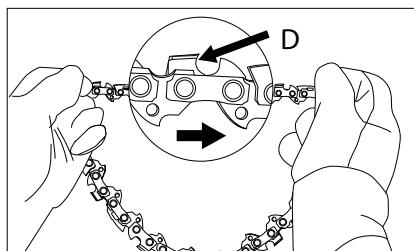

Рис. 7
- Расстелите цепь в круг, направив режущие кромки (D) в соответствии с указателями на защитной крышке и на шине бензопилы (рис. 7).